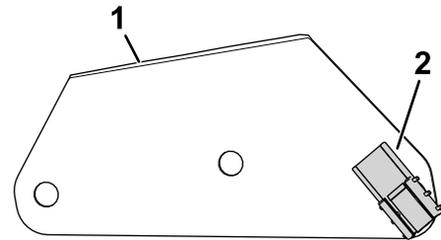

Figura 3
1. Prenda o conector do clipe ao suporte da cablagem (Figura 3).